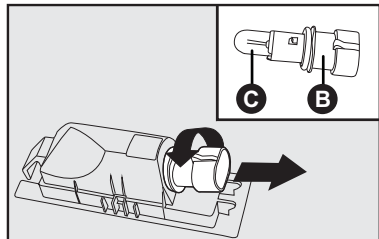

fig. 26
- retirar o suporte da lâmpada **B-fig. 26**, girando-o no sentido anti-horário;
- retirar a lâmpada **C-fig. 26** puxando-a de sua sede;